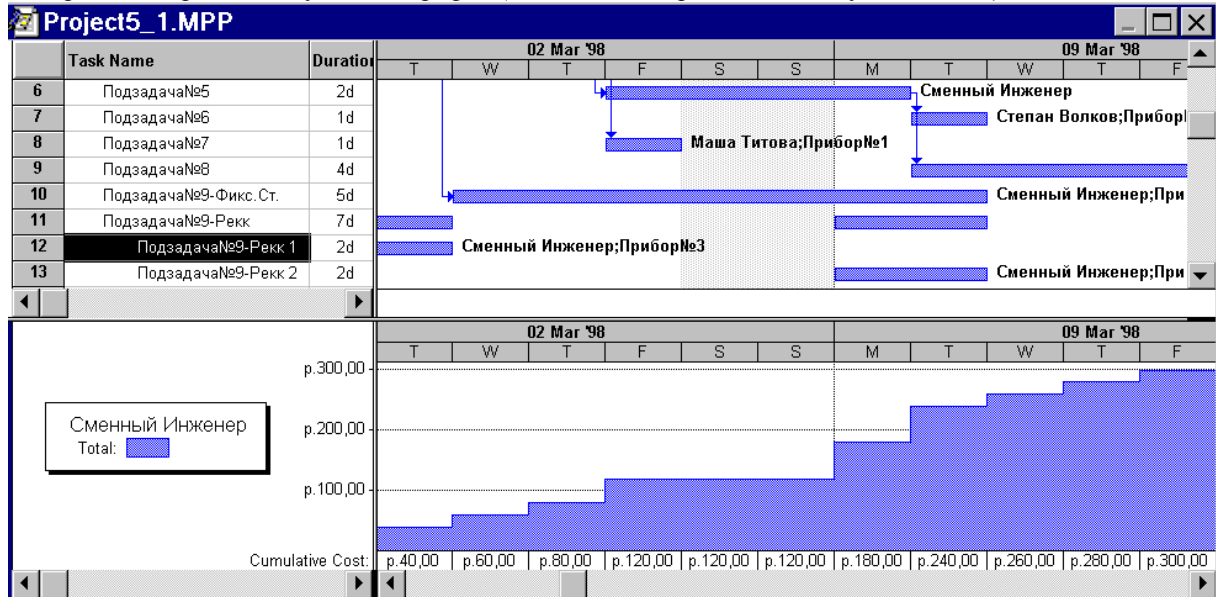

Рис.5.7.
6.1.Установить для ресурса «Сменный инженер» такой режим отображения, как представлен на Рис.5.7. (Верхняя часть - диаграмма Ганта, нижняя часть -стоимость ресурса «Сменный инженер» с накоплением(Совокупные затраты)).
Проанализировать полученный график (аналогичный представленному на Рис.5.7.)